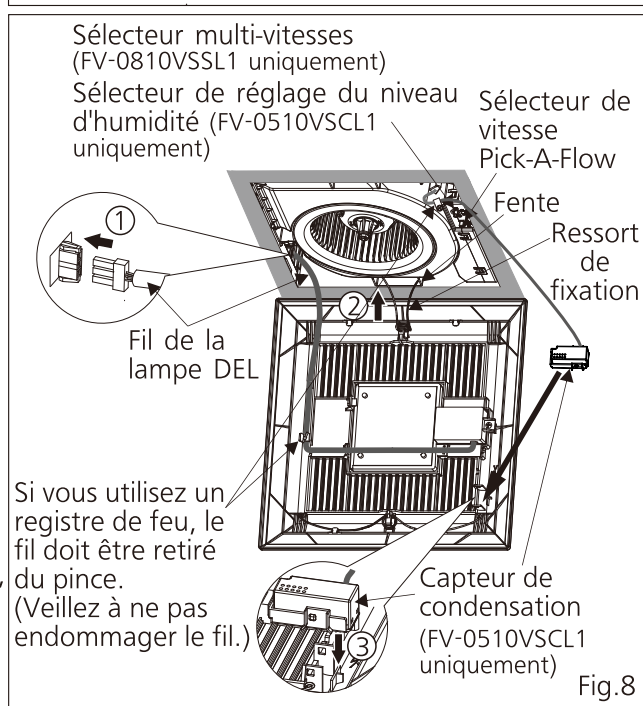

Fig.8
9. Connectez le fil de la lampe DEL au boîtier du ventilateur comme indiqué dans la Fig.8 ①.
10. Insérez un ressort de fixation dans la fente comme indiqué sur la Fig. 8 ②. (Si ce n'est pas fait, la grille peut ne pas être installée.)
11. Fixez le capteur de condensation (FV-0510VSCL1 uniquement) dans la grille comme indiqué sur la Fig.8 ③.
8. Réinstallez la grille, veuillez consulter la Fig.8~Fig.9 à la P.9.